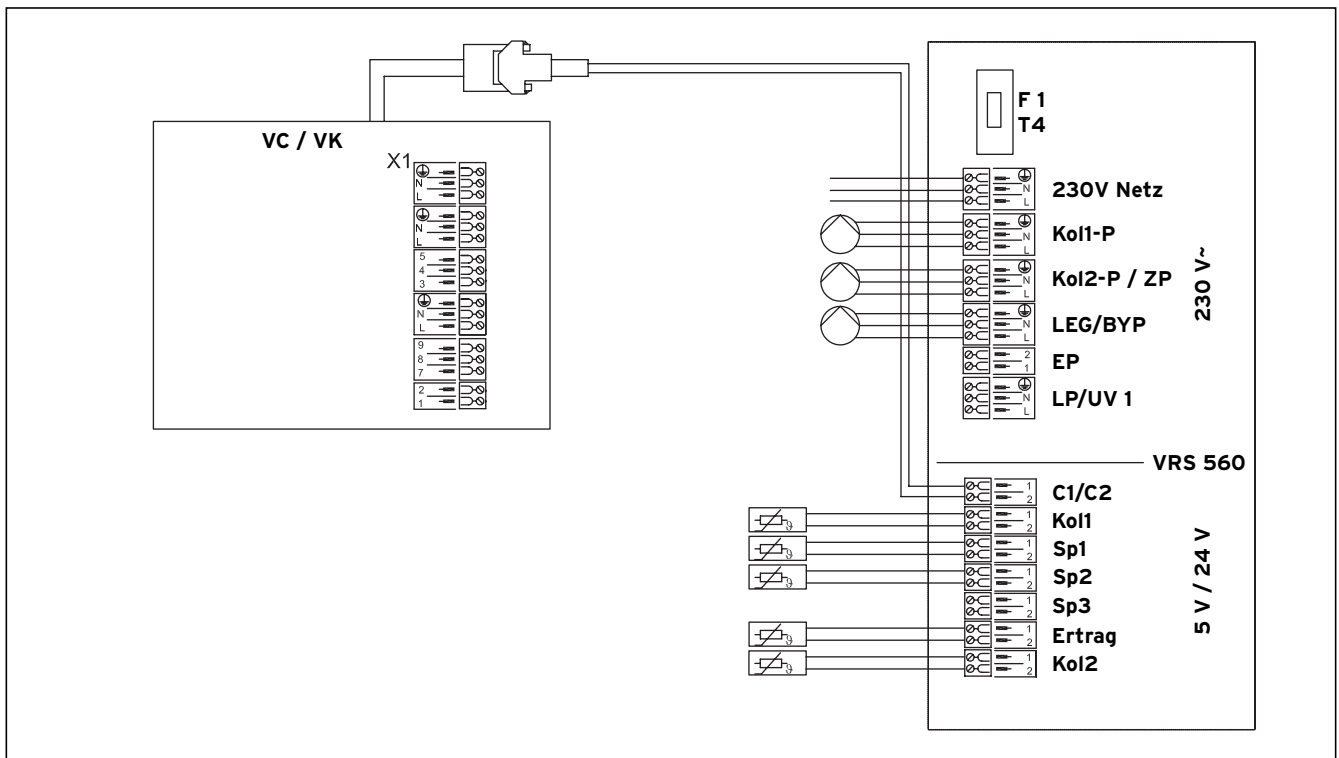

Abb. 5.12 Anschlussplan für Hydraulikplan 3
**Tab. 5.7 Legende zur Abb. 5.11 und Abb. 5.12**
**Tab. 5.7 Legende zur Abb. 5.11 und Abb. 5.12 (Fortsetzung)**